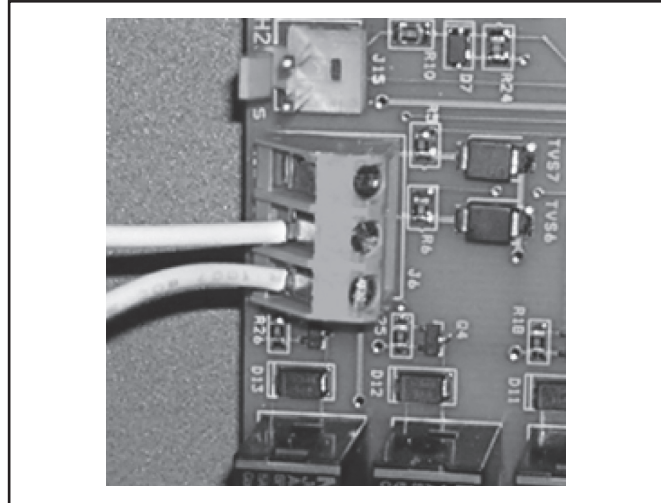

Figure 10b. Connexion AquaLink RS ou connexion à distance TSTAT (Connexion à 2 fils)
4. Connecter le câblage du système de contrôle de piscine/spa à la borne de télécommande de la thermopompe (Voir Figure 10b).